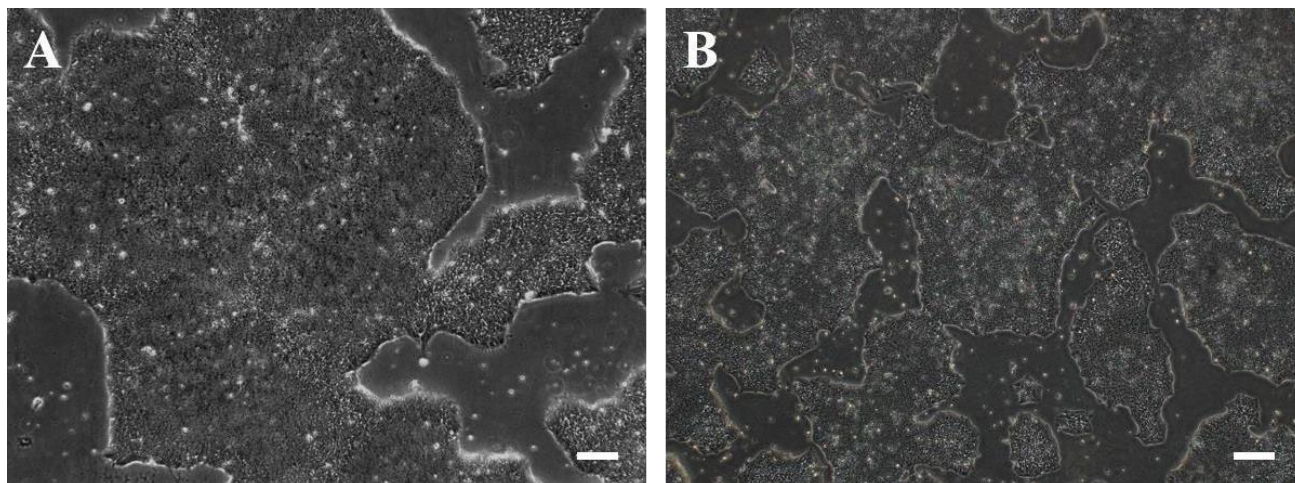

図1：hiPSCクローンは約85%コンフルエンス。
- 1.1. 細胞が約85%コンフルエンスに達した場合（図1）、一般的に4日ごとに継代を行います。クローンコロニーが小さくコンフルエンスが不足している場合でも、連続培養は5日を超えないよう
細胞の成長状態および実験目的に応じて、1:5～1:20 で継代を行います。細胞状態が正常で、クローンコロニーは 85%コンフルエンス、大きさが均一な場合（図 1）、1:10 で継代することを推奨します。密度が低い場合は継代比率を低下させ、高い場合は比率を増加させます。
1. 細胞が約 85%コンフルエンスに達した時点（図 1）で回収・凍結可能です。一般的に 6 ウェルプレートでは 1 ウェルあたり $2-4 \times 10^6$ 個の生細胞を回収し、1 本凍結保存することは可能です。